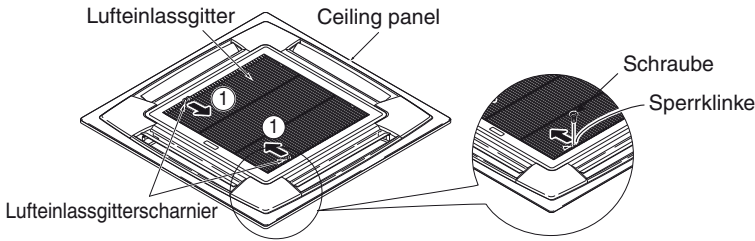

Abb. 7-1
- 1) Die beiden Schrauben an der Verriegelung des Lufteinlassgitters herausdrehen. (Abb. 7-1) (Das Lufteinlassgitter nach Installation der Deckenverkleidung wieder anbringen.)
- 2) Die Sperrklinken des Lufteinlassgitters in Pfeilrichtung ① schieben, um das Gitter öffnen zu können. (Abb. 7-1)